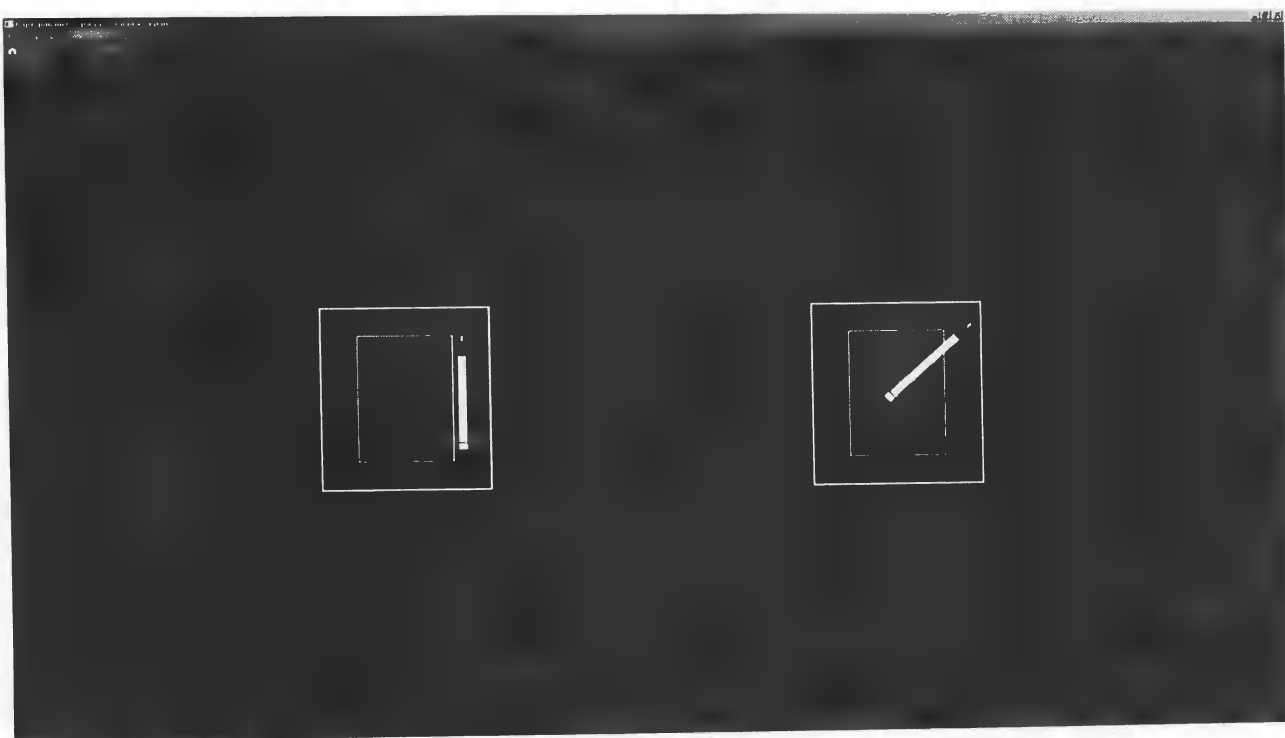

Рисунок 6-24
- При первом запуске необходимо настроить конфигурацию используемых дисплеев. Для этого следует выбрать пункт меню «Настройки» и в нем пункт «Параметры» (Рисунок 6-24).